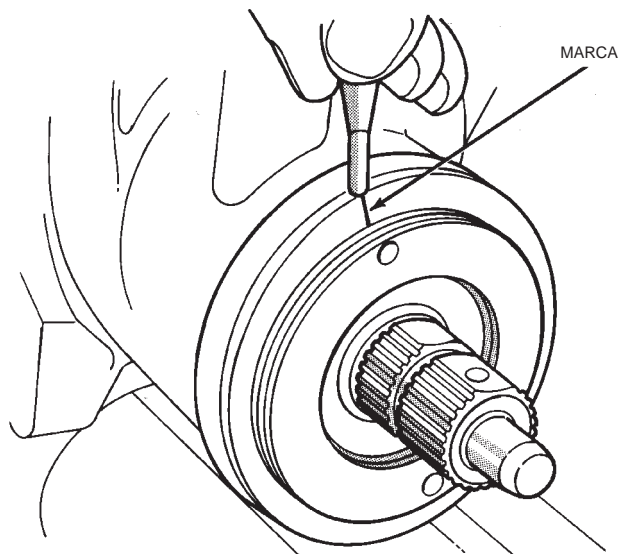

Fig. 25 Marcando o alinhamento na Carcaça
(5) Faça uma marca indicadora na carcaça alinhada com um dos furos do tampão (Fig. 25).